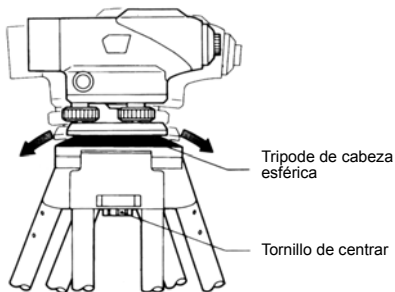

Fig. 3.3
- 5) Sujete el instrumento sobre la cabeza del tripode y apriete el tornillo de centrar. (Fig. 3.3)